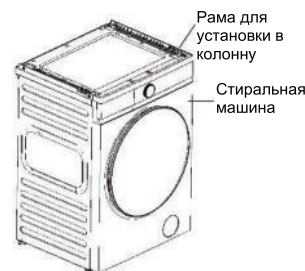

Рисунок 1
1. Установите кронштейн со стороны панели управления сушильной машины (рис. 1). Кронштейн следует разместить на расстоянии около 2,5 мм от зазора лотка, причем расстояние с обеих сторон должно быть одинаковым (рис. 2);
1. Установите раму на стиральную машину, отрегулируйте ее положение так, чтобы ее левая, правая и передняя части были совмещены с верхней стороной стиральной машины соответственно (рис. 1).